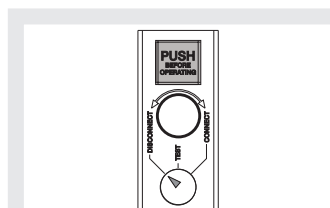

Figura 40
- interruttore in posizione di estratto (vedi Figura 40).